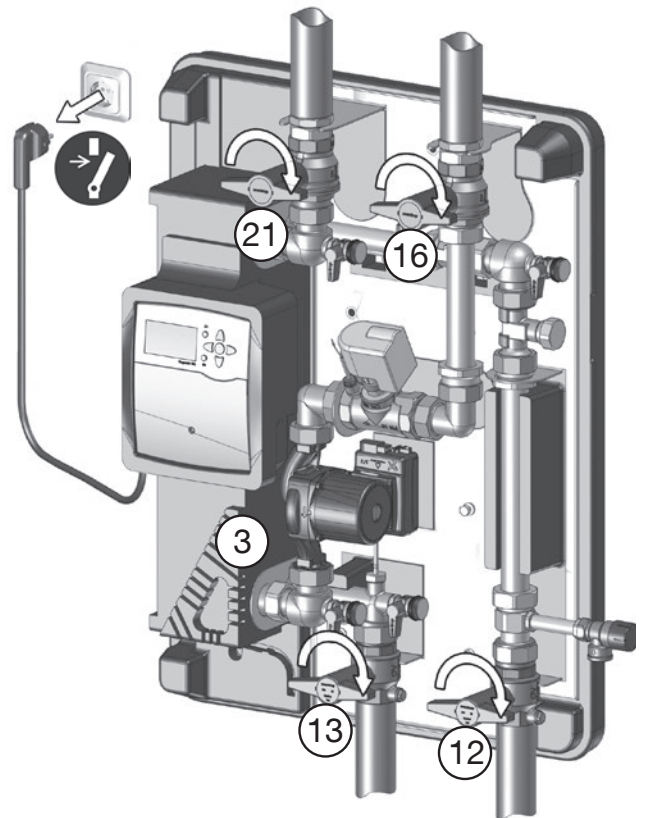

Fig. 5.1: Couper le r  gulateur de l'alimentation secteur et fermer les robinets d'arr  t    tournant sph  rique
2. Fermer les robinets d'arr  t    tournant sph  rique (12 et 13) (circuit E.C.S.) et (16 et 21) (circuit primaire) (Fig. 5.1).
2. Fermer les robinets d'arrêt à tournant sphérique (12 et 13) (circuit E.C.S.) et (16 et 21) (circuit primaire) (voir Fig. 5.1 en page 31).